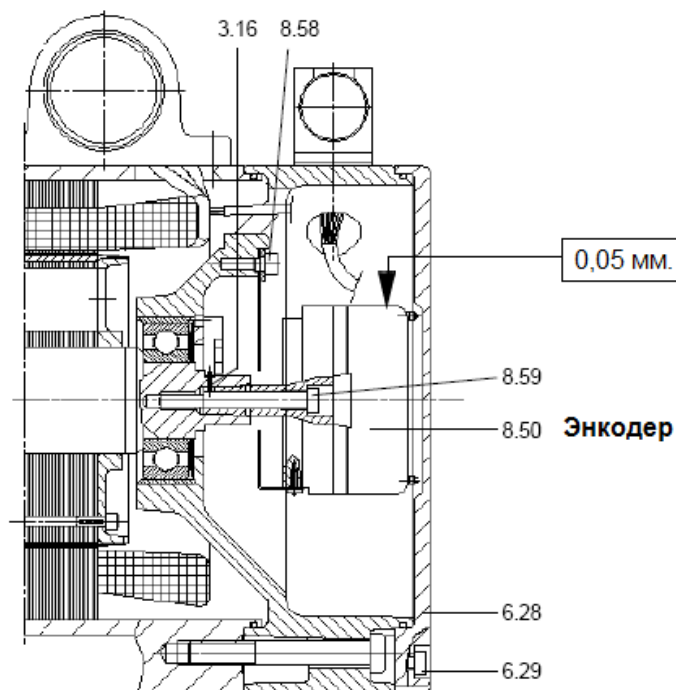

Рис. 2. Демонтаж / монтаж энкодера
Открутите винты (6.29, рис. 2) и крышку (6.28).
Вставьте энкодер в конус на конце ротора так, чтобы установочный упор (3.16, рис. 2) располагался в пазу ротора энкодера. Не повредите установочный упор (3.16)!
При помощи индикатора с круговой шкалой проконтролируйте радиальное биение энкодера. Величина радиального биения не должна превышать 0.05 mm (рис. 2).
Установите крышку (6.28, рис. 2) на место.
- Вставьте ротор резольвера так, чтобы установочный упор (3.16, рис. 2) попал в паз. Не повредите установочный упор (3.16)!